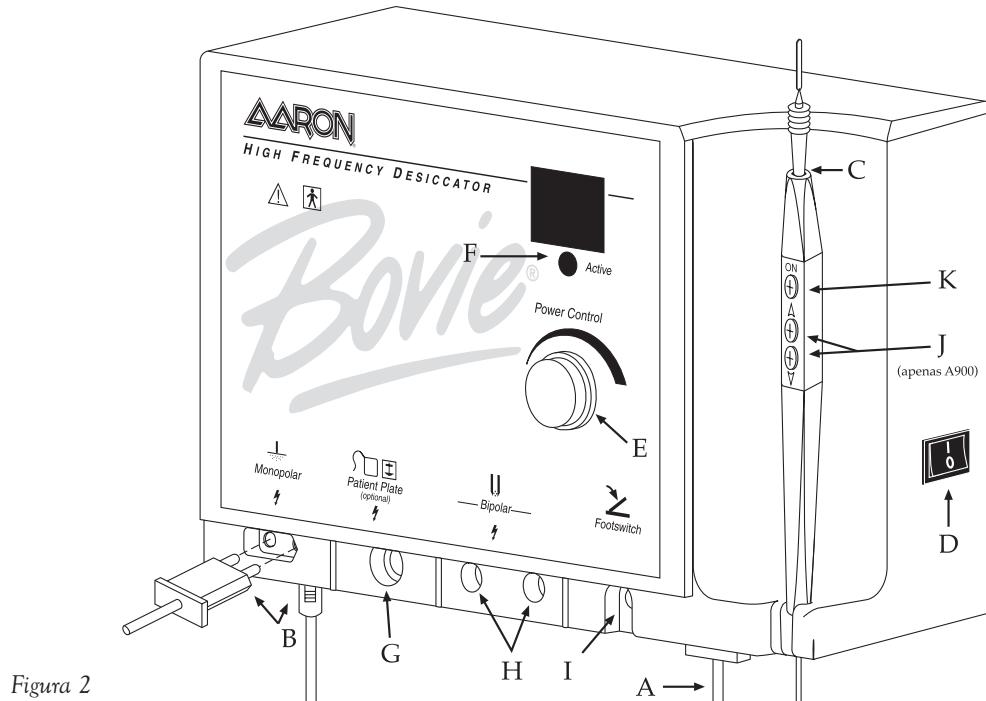

Figura 2
2. Encaixar a extremidade fêmea do cabo de alimentação na base da unidade (ver Figura 2, letra A).
4. Ligar a ficha da peça de mão à saída monopolar situada no canto inferior esquerdo na parte frontal da unidade (ver Figura 2, letra B). A ficha está concebida para encaixar apenas numa direcção. Encaixar o conector redondo mais pequeno da peça de mão na tomada situada na base da unidade (ver Figura 2, letra B). A peça de mão de três botões está concebida para proporcionar ao médico o total controlo, na ponta dos dedos, sobre as definições de saída de energia.
5. Fazer deslizar o eletrodo standard para dentro da peça de mão, até que fique firmemente encaixado (ver Figura 2, letra C). A peça de mão aceitará a maioria dos eletrodos standard de 3/32".
7. Ligar a alimentação da unidade, utilizando o interruptor situado no painel lateral direito da unidade (ver Figura 2, letra D).
8. Definir a potência de saída utilizando o botão na parte frontal da unidade (ver Figura 2, letra E) ou, apenas para a unidade Aaron 900, utilizando os botões com as setas para cima e para baixo existentes na peça de mão (ver Figura 2, letra J). Quando estiver a ser efectuada a regulação do nível de potência através da peça de mão, ouvir-se-á um sinal sonoro de aviso para indicar que o nível de potência foi alterado. Premir e manter premidos os botões com as setas para cima e para baixo fará com que as definições de potência mudem mais depressa, para uma rápida regulação das definições de potência. A potência de saída é apresentada em incrementos de "0,1" watt abaixo de 10 watts e em números inteiros de 10 a 30 watts.
9. Para activar a unidade, retirar a peça de mão do respectivo suporte. Colocar a peça de mão na posição desejada e premir o botão de activação (ver Figura 2, letra K). Quando a unidade estiver activada, ouvir-se-á um sinal sonoro de aviso e a luz azul indicadora de activação iluminar-se-á (ver Figura 2, letra F).
10. Para utilizar a placa de protecção à terra opcional com cabo (A802EU), inserir a ficha do cabo na saída para placa de protecção à terra (ver Figura 2, letra G) e encaixar a outra extremidade na placa de protecção à terra. A placa devirá ser colocada por baixo do paciente de forma a que toda a placa fique coberta por pele nua. Não utilizar géis ou cremes na placa.
11. Para utilizar o cabo bipolar opcional (A827EU), inserir as fichas nas saídas bipolares (ver Figura 2, letra H). O cabo é então ligado ao fórceps (A820-A826). Uma porta deslizante por trás das saídas monopolar e bipolar impede que o utilizador utilize ambas as saídas simultaneamente.
12. O pedal opcional é ligado na saída para pedal e colocado no chão (ver Figura 2, letra I). O pedal pode ser utilizado em procedimentos monopolares e tem que ser utilizado em procedimentos bipolares.